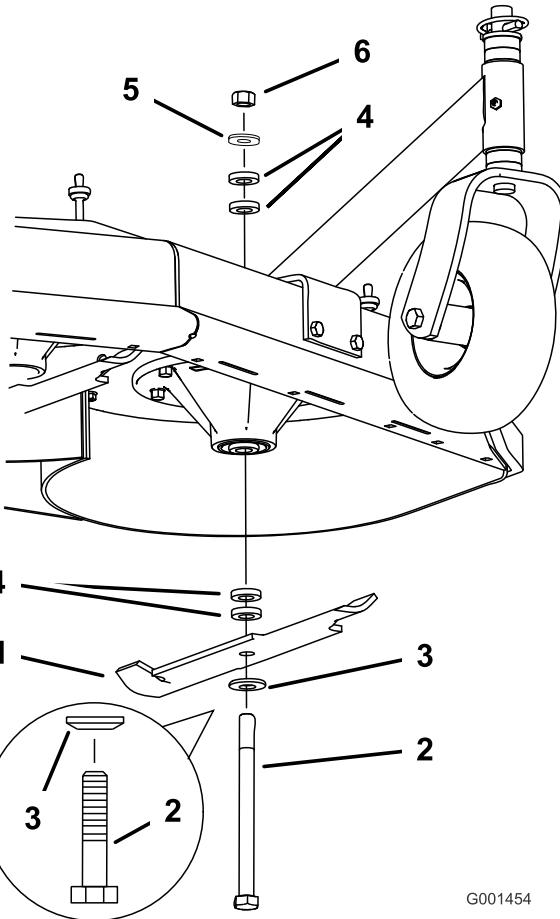

Figure 55
2. Enlevez de l'axe, l'écrou, le boulon de lame, la rondelle bombée, la lame, les entretoises et la rondelle mince (Figure 55).
1. Posez le boulon, la rondelle bombée et la lame. Choisissez le nombre d'entretoise(s) correct pour la hauteur de coupe, et insérez le boulon sur l'axe de lame (Figure 55).
2. Posez la ou les dernière(s) entretoise(s) et fixez-la ou les en place avec une rondelle mince et un écrou (Figure 55).